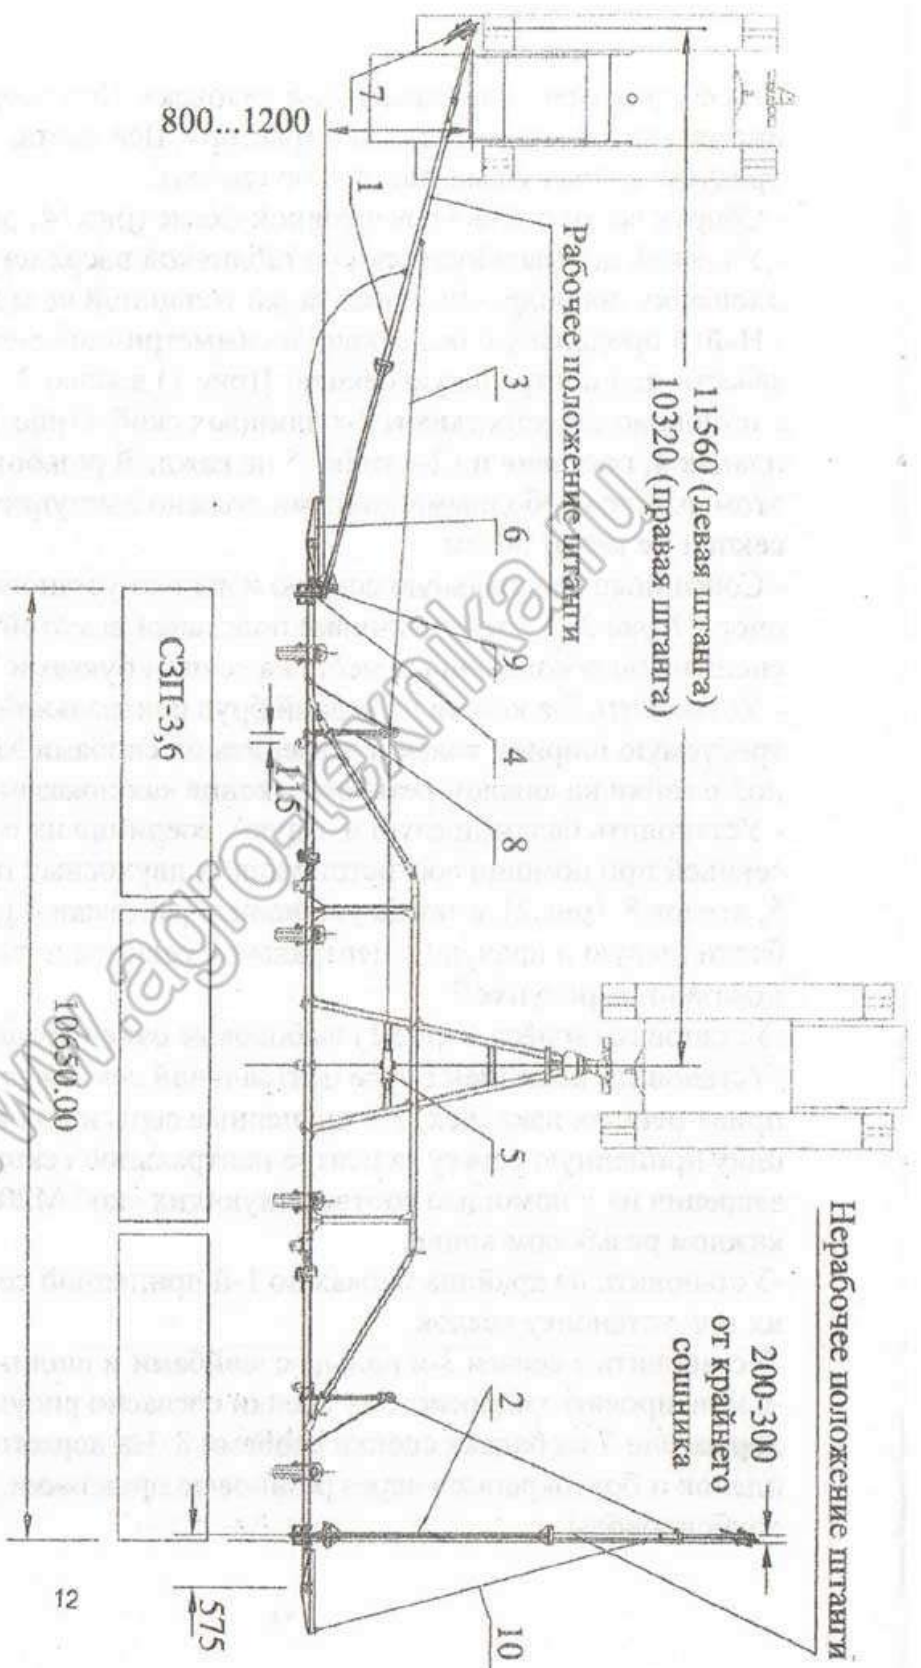

Рис.4 Схема установки маркера для 3-х осевого агрегата.
- 2.5. Маркер (рис.4,5) служит для образования хорошо видимого следа (борозды), параллельно движению агрегата, что обеспечивает постоянство размера стыкового междурядья и прямолинейность последующего движения 3-х сеялочного агрегата. Он состоит из короткой (правой), длинной (левой) маркерных штанг, соединенным между собой тросом, пропущенным через амортизатор и ролики.
боковых секций, на расстоянии 575мм. от посадочных втулок приваренных на балках, до оси втулки на кронштейне (рис.4) и закрепите кронштейны с помощью соответствующих скоб 6(М16) и гаек 7, по 2-е на каждый резьбовой конец.